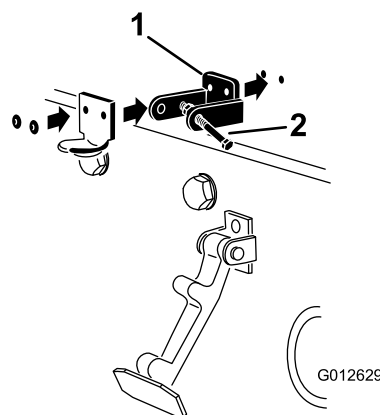

Рисунок 24
6. Приклепайте кронштейны и шайбы к капоту (Рисунок 24).